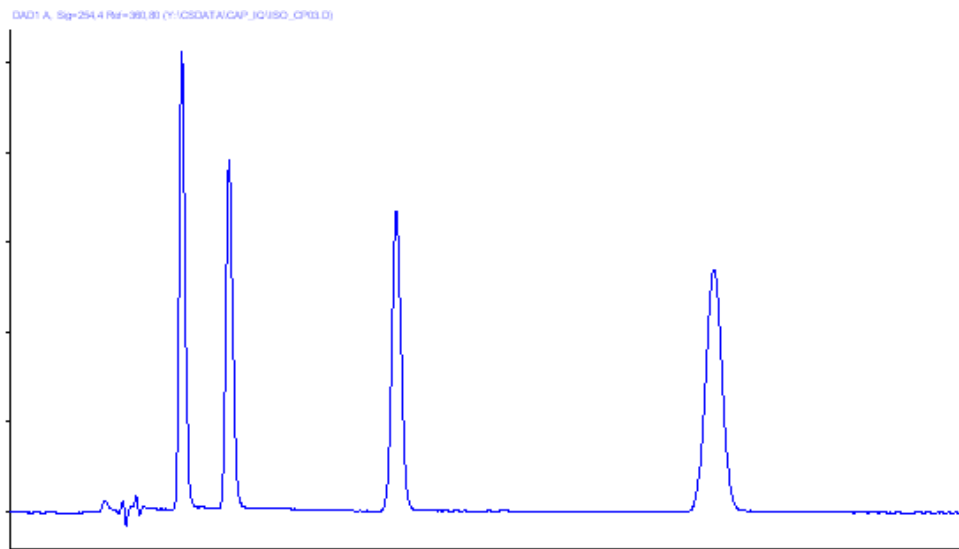

図 11 クロマトグラム
- 2 結果として生じるクロマトグラムを 54 ページ 図 11 に示した標準的なクロマトグラムと比較します。
この分析の標準的なクロマトグラムを、54 ページ 図 11 に示します。クロマトグラムの正確な形状は、分析条件によって異なります。溶媒品質、カラムパッキング、標準の濃度、カラム温度などの変動はすべて、ピークの保持時間とレスポンスに対して潜在的に影響を及ぼします。